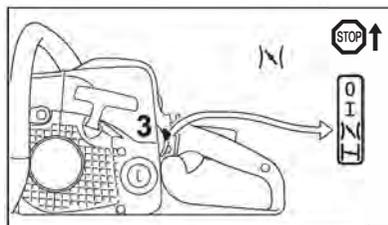

Рис. 49
- Комбинированный рычаг (рис. 49, поз. 3) установить в положение газа запуска)\| и продолжить запуск.